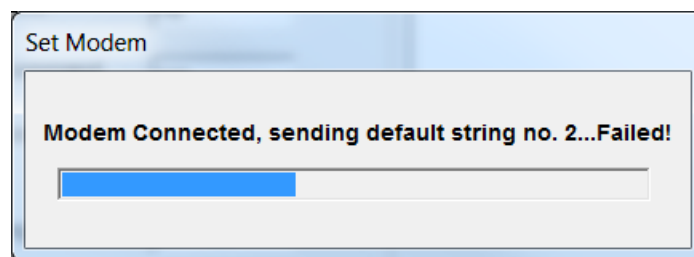

fig.26
- Il programma VEDO resetterà il modem e apparirà una finestra (fig.26) in cui si comunicherà il successo o meno del reset effettuato.